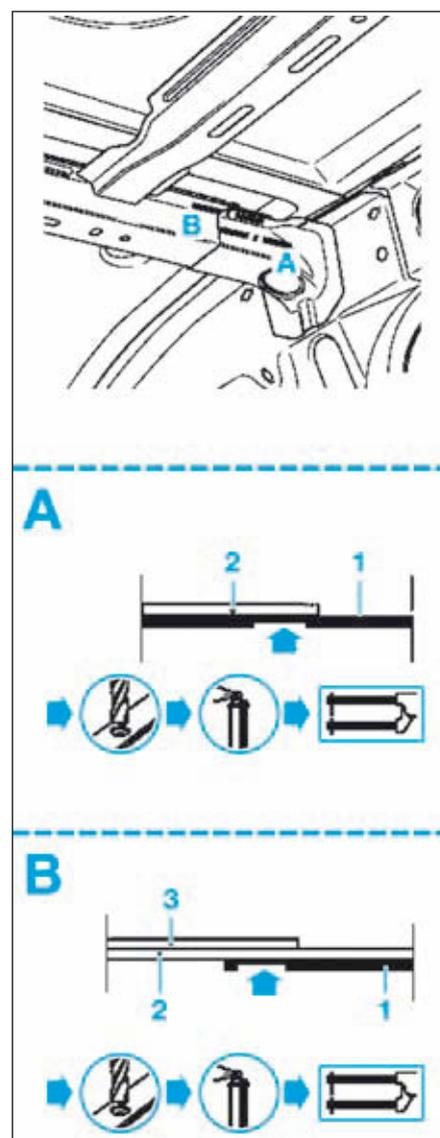

FIG.104
- Dépointer et fraiser comme illustré (Fig.104).
- Tracer puis percer à l'aide d'un foret pour un soudage ultérieur par points (Fig.104).
- Souder par points électriques et bouchonnage MIG (Fig.104).